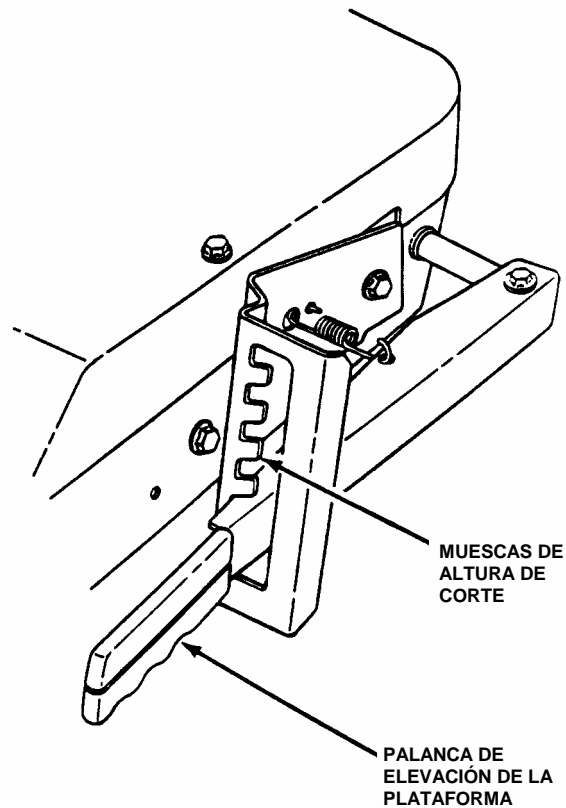

FIGURA 2.18
1. Ajustar la altura de corte según se desea usando la palanca de elevación de la plataforma para engancharla en una de cualquiera de cinco posiciones. Mueva la palanca hacia arriba o hacia abajo a la altura de corte deseada y luego moverla para fijarla en las muesca de altura de corte. Vea la figura 2.18.